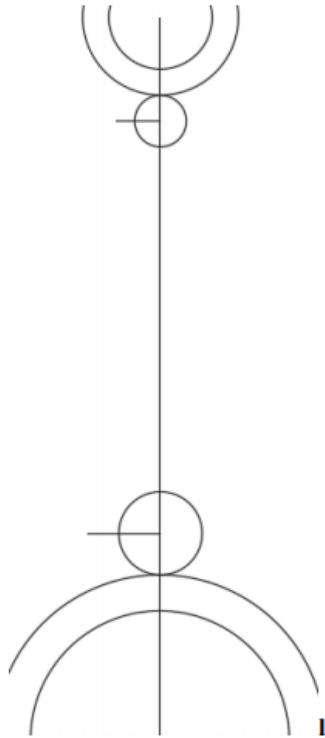

Figura 5.41. Líneas de referencia
- Crearemos dos líneas de referencia en los centros de los círculos como se muestra en la figura 5.41: